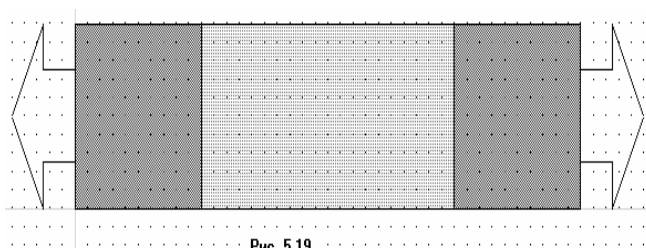

Рис. 5.19
5. Закройте окно рисования. Будет выведен запрос, хотите ли вы сохранить нарисованный элемент. Нажмите **Yes**, чтобы сохранить. Полученная топология показана на рис. 5.19.